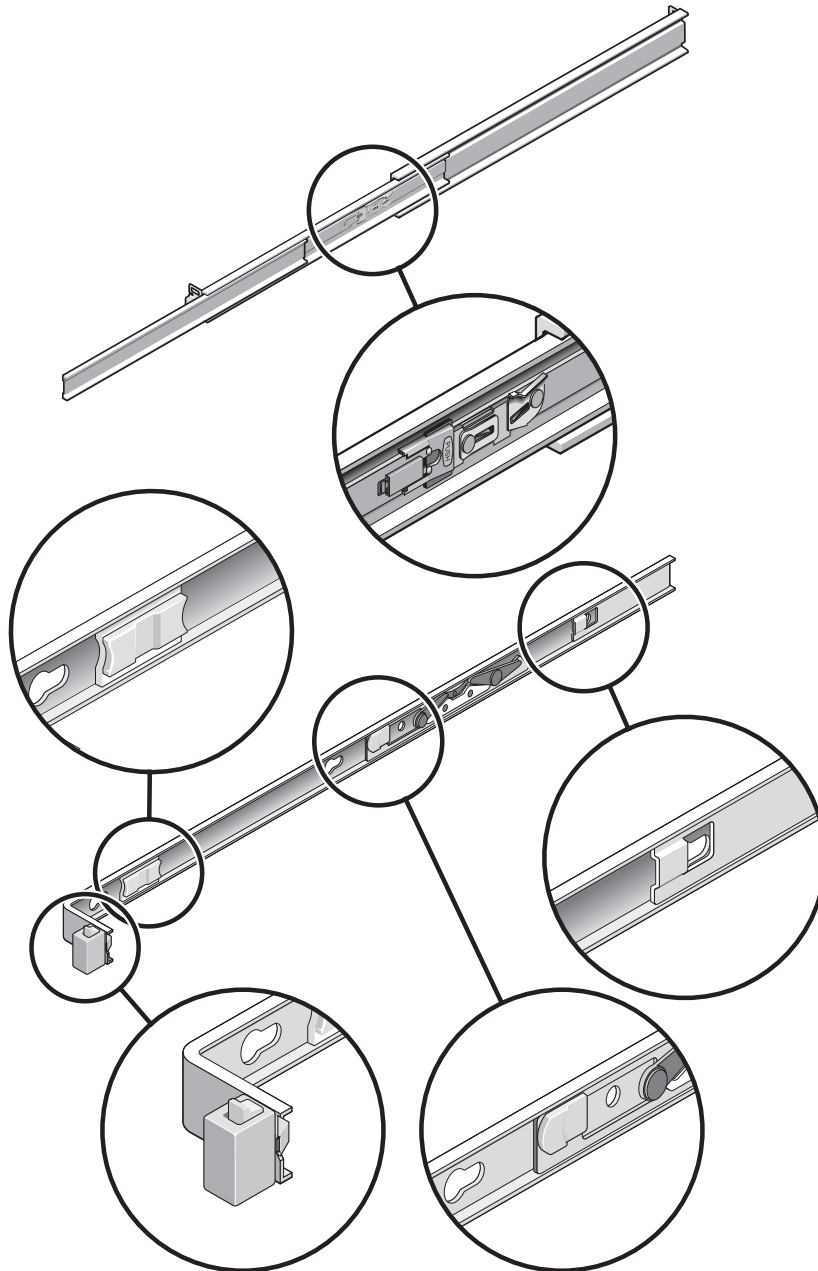

FIGURA 1-5 Ubicación de los puntos de bloqueo de las guías telescópicas
- Observe que hay un total de 5 puntos de bloqueo (FIGURA 1-5) en una guía telescópica. Cuatro de ellos se encuentran en el soporte de montaje y el otro está situado en la pieza frontal de la guía. El uso de estos puntos de bloqueo se describe en el procedimiento de instalación del Capítulo 2.